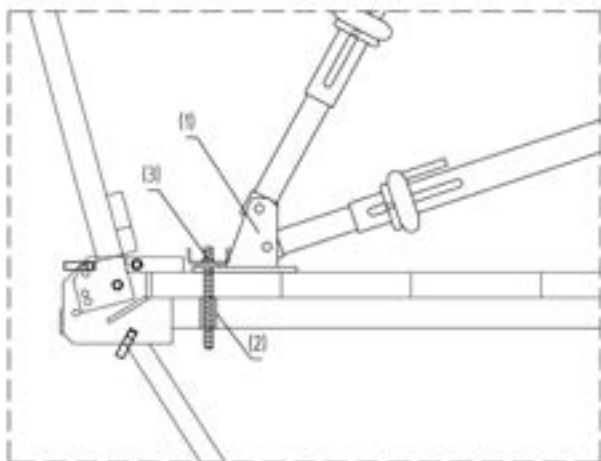

Bild 5.3.3a Befestigung der Richtstützen-Fußplatte
- Das Fixieren der Schalung erfolgt durch die Verwendung von Richtstützen. An der Konsole ist eine Mutter mit D15 Gewinde angeschweißt, an der eine Richtstütze (zug- und druckfest) mit einer Knebelschraube angeschraubt werden kann (s. Bild 5.3.3a und 5.3.3b).